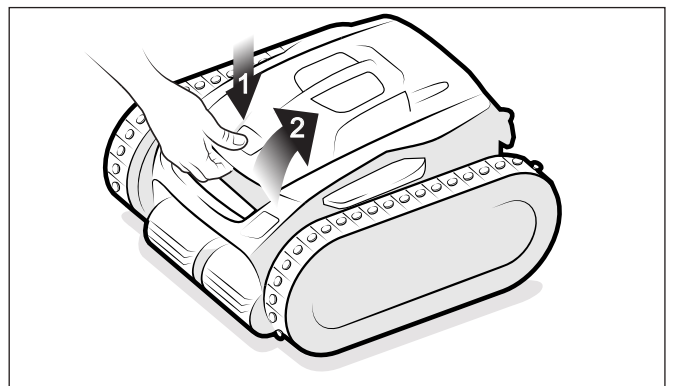

Figure 13. Soulever le couvercle du nettoyeur
3. Pousser le verrou du couvercle (1) et soulever le couvercle (2) jusqu'à ce qu'il soit bloqué en position verticale (Figure 13).